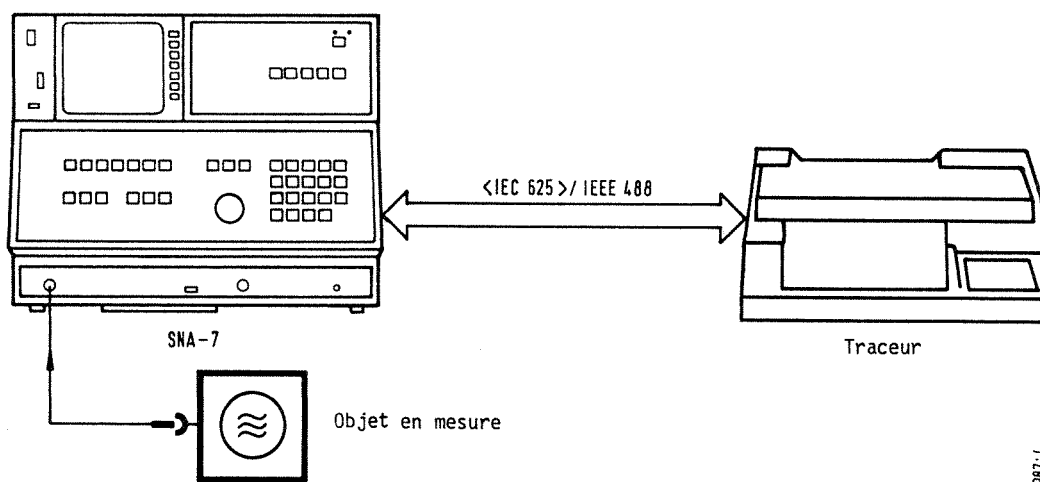

Figure 4.7-1 Montage de mesure avec le SNA en mode Spectrum Analysis (CW)
- La figure 4.7-1 donne le montage de mesure